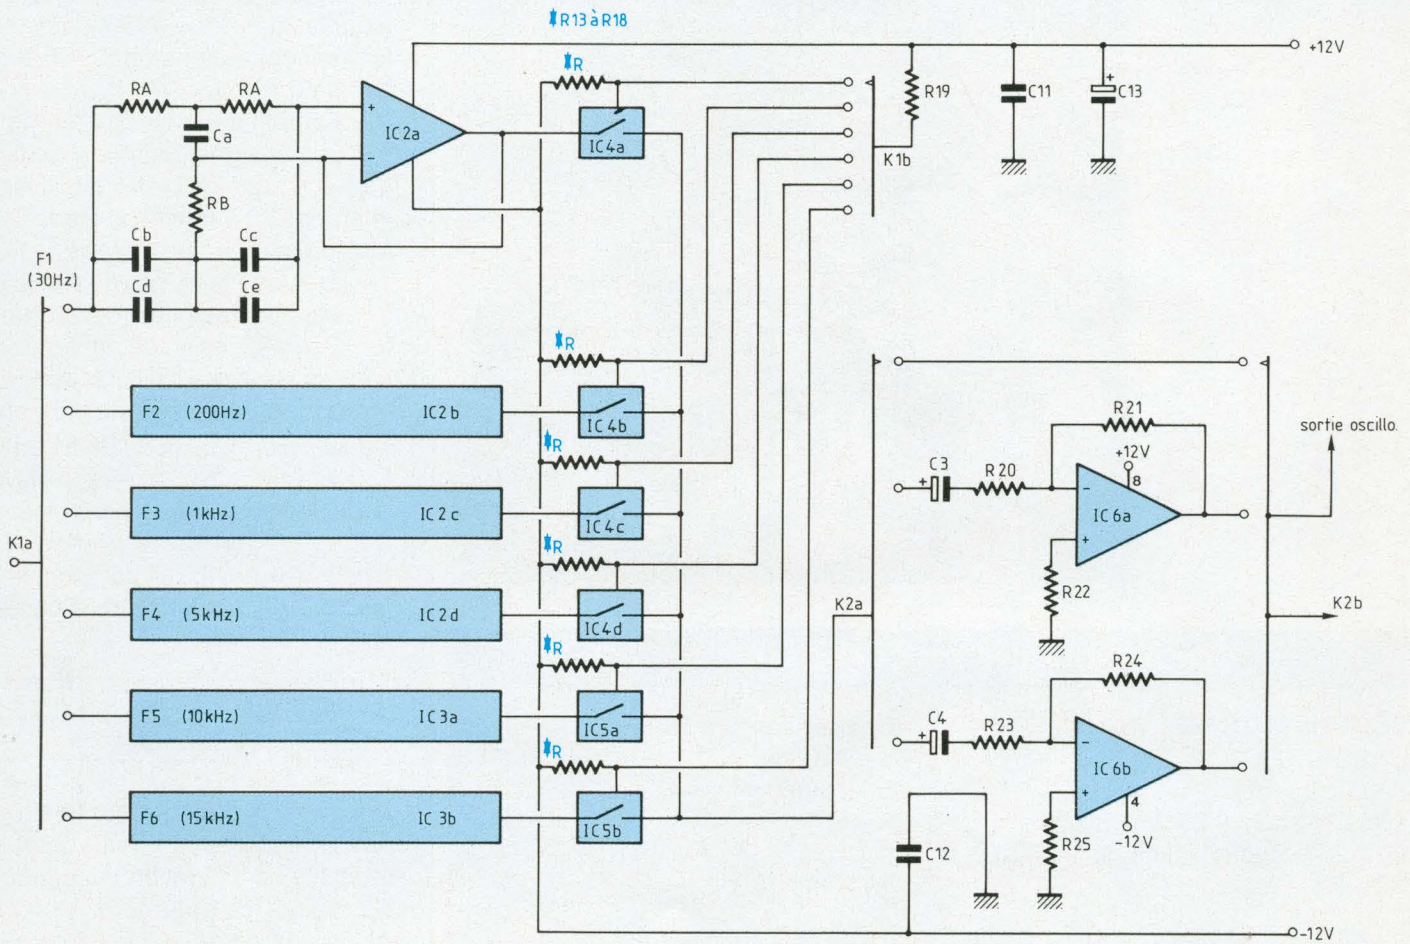

Fig. 15 : Filtrés et leurs commutations.
Nous avons déjà discuté la structure des filtres éliminateurs de fréquence et leur reconfiguration sous forme de filtres actifs. La figure 15 montre la mise en application de ces résultats. Seul le filtre F1 y a été détaillé, les mêmes références (RA, RB, Ca, ... Ce) étant reprises pour les fréquences F2 à F6. Les amplificateurs opérationnels associés sont regroupés en deux circuits intégrés : un quadruple amplificateur BIFET IC2 et un double amplificateur IC3.
- On choisit un condensateur ( $C_a$  dans la figure 15) de valeur nominale  $100 \text{ nF}$  et on mesure très précisément sa capacité.
étant portée à  $-12$  V par les résistances R13 à R18. Cependant, le commutateur K1b, dont le plot central rejoint le  $+12$  V par la résistance R19 faible vis-à-vis des précédentes, ferme l'une des portes en amenant sa commande au voisinage de  $+12$  V (IC4a, donc le filtre F1, dans la figure 15). La fréquence correspondante se trouve
Nous ne donnons, dans ce numéro, que les valeurs des composants des filtres et de leurs amplificateurs, correspondant à la figure 15.
construction, nous proposons, dès maintenant, la carte qui rassemble l'essentiel des sections du montage. On n'y installera, dans un premier temps, que les composants qui correspondent à la figure 15 et dont nous fournissons plus loin la nomenclature. Les commutateurs K1 et K2, qui prennent place, avec les afficheurs du voltmètre et les composants de la figure 14, sur une carte de contre-façade, ne sont pas utilisés.